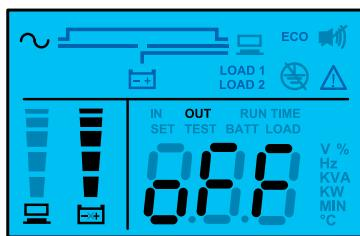

Рис. 4-3. Экран дежурного режима, отображаемый после подключения к электросети
3. После подсоединения к розетке электроэнергия начнет поступать из питающей сети на вход ИБП. Заработает вентилятор на задней панели, а все светодиоды и все элементы ЖК дисплея загорятся на 2-3 секунды для проверки их работоспособности. По умолчанию ИБП устанавливается в режим готовности (см. *Рис. 4-3*).